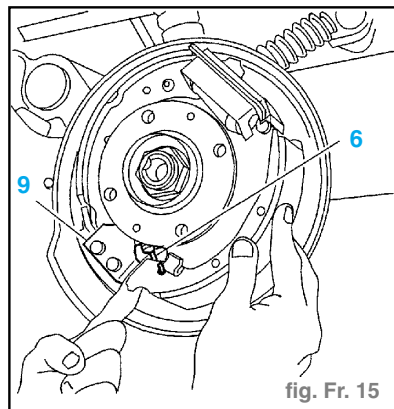

fig. Fr. 15
- Fixer le ressort inférieur (6) sur le segment avant. (fig. Fr. 15)
- Placer le segment avant à son emplacement en faisant passer le ressort inférieur (6) derrière la plaque (9).